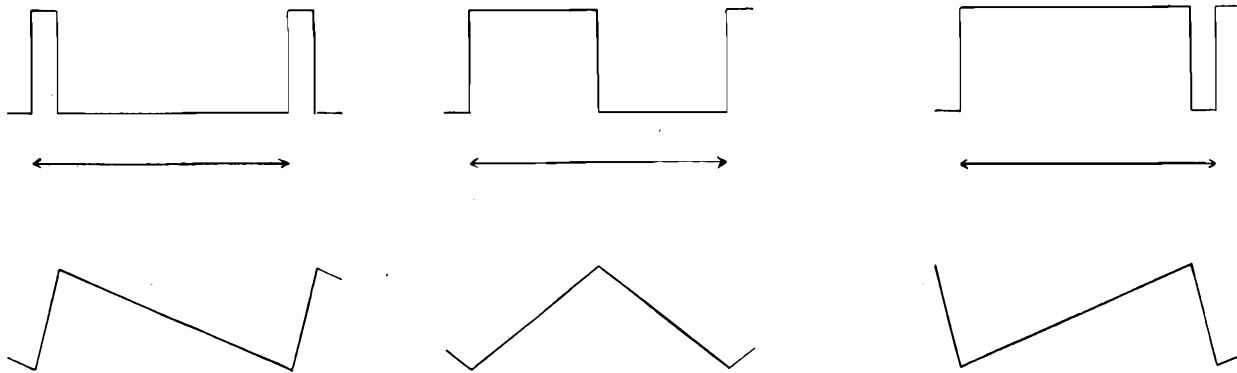

FIGURA 4
mamente occorrerà alimentarlo e dopo qualche minuto a circuito « caldo » regolare definitivamente lo zero. Questo circuito integrato racchiude all'interno i driver dei sette segmenti e richiede all'esterno solo i driver dei catodi comuni (74492). La figura 4 evidenzia il disegno del circuito stampato e la figura 4b il montaggio dei componenti. Come display consigliamo i moduli che contengono all'interno 4 display già collegati a multiplexer.
- 1) possibilità di avere onda quadra e triangolare non più simmetriche, ma con duty cycle variabile (vedi figura 4); naturalmente, quando non c'è simmetria, non è più possibile ottenere l'onda sinusoidale;
Il secondo circuito differisce dal primo essenzialmente per il modo in cui viene variata la frequenza dell'oscillatore: infatti, se non si agisce sul commutatore S_1 (vedi figura 2) le correnti che «entrano» dai piedini 4 e 5 rimangono costanti e la variazione di frequenza è ottenuta tramite il potenziometro R_{11} , cioè cambiando il valore della tensione applicata al piedino 8. Questo spiega anche perché, iniettando un segnale sull'ingresso FM, è possibile modulare la frequenza dell'oscillatore. Per rendere disponibile l'onda sinusoidale su di un'impedenza di uscita più bassa di quella presente sul piedino 2, è stato inserito uno stadio con integrato $\mu A 741$; è così possibile anche variare l'ampiezza del segnale. Entro ciascuna gamma (selezionata tramite il commutatore S), la frequenza viene variata agendo sul potenziometro R_{12} . Un discorso particolare meritano le reti R_A e R_B , che permettono di variare il duty cycle dal 10 al 90%; può infatti sembrare assurdo l'uso di 13 resistenze di precisione (1%) e di un commutatore a due vie, 10 posizioni per ottenere una funzione così semplice. Il fatto è che normalmente si vuole variare il duty cycle lasciando invariata la frequenza (vedi figura 4). Se ci si accontenta invece di variare in qualche modo e separatamente la durata delle due parti dell'onda, è sufficiente usare due potenziometri (posizione numero 1 del commutatore S_1). Nel caso si desiderasse che la frequenza dell'oscillatore rimanesse costante al variare del duty cycle, occorrerebbe che le resistenze collegate sui piedini 4 e 5 (chiamiamole R_A e R_B) stessero in una precisa relazione tra loro; per l'esattezza dovrebbe essere: